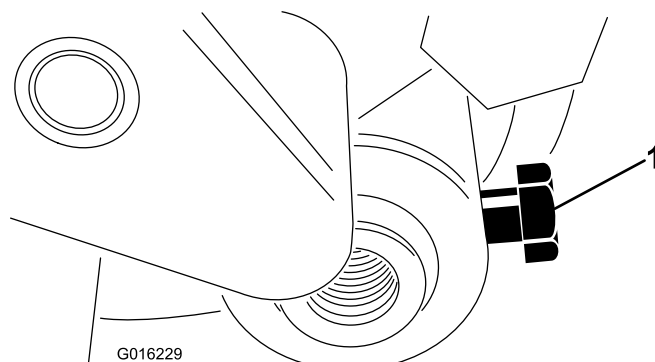

Figura 12
24. Inserte el eje del rodillo en el brazo de ajuste derecho y sujételo provisionalmente con el perno del eje del rodillo (Figura 12).
32. Centre el rodillo entre los brazos de ajuste y apriete los pernos de montaje (Figura 12).